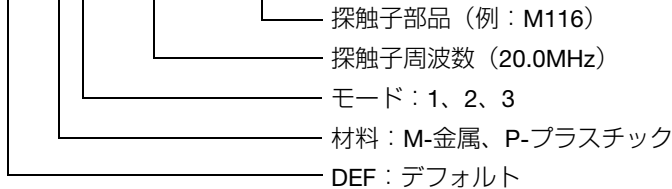

図 5-3 一振動子型探触子のデフォルトセットアップの選択
- c) 使用する探触子タイプのデフォルト画面（55 ページの図 5-3 に示す例を参照）で、使用する探触子で利用可能なデフォルトセットアップを強調表示します。